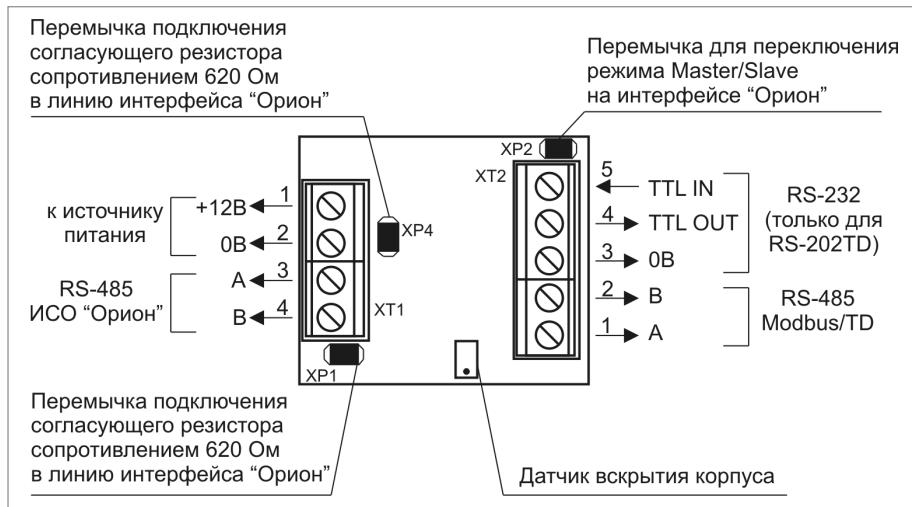
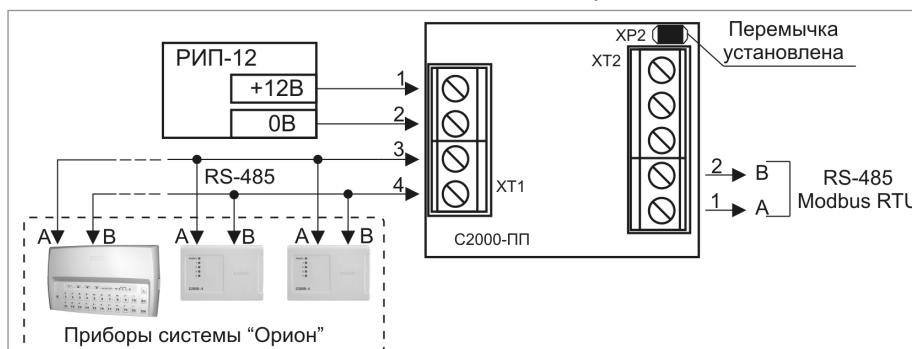

Рисунок 3. Назначение клемм и перемычек преобразователя «С2000-ПП»
Рисунок 4. Подключение преобразователя «С2000-ПП» в режиме «Орион-Master»
- 1.3. Подключите преобразователь в соответствии с проектной документацией и схемой на рис. 4, 5 (схема подключения зависит от режима работы преобразователя). На рис. 3 показана плата преобразователя и приведено назначение клемм и перемычек.
Подключите к клеммам XT2.1 и XT2.2 преобразователя линии А и В интерфейса RS-485 «Modbus RTU» (рис. 4 и 5), если это указано в проектной документации.
Если преобразователь не является первым или последним в линии интерфейса RS 485 «Modbus RTU», удалите перемычку с разъема XP1 (см. рис. 3).